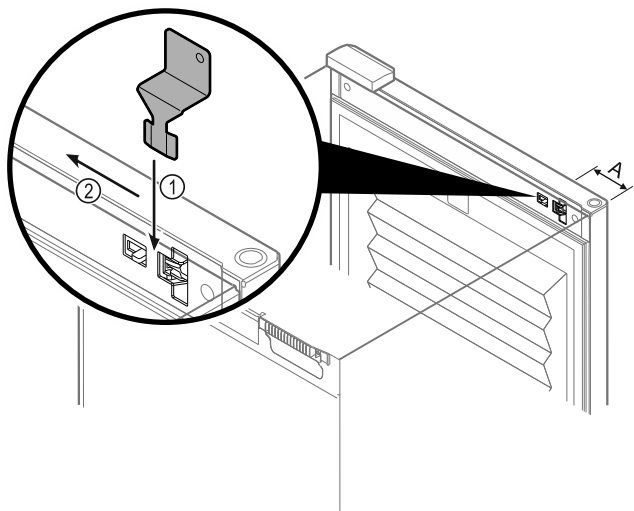

Fig. 63
- Placer la clé de déverrouillage d'urgence à l'emplacement indiqué Fig. 63 (A) ≈ 100 mm (3 15/16 in).
- Du haut, insérer la clé de déverrouillage d'urgence Fig. 63 (1) entre la porte et le corps de l'appareil jusqu'en butée.
- Tirer la clé de déverrouillage d'urgence vers la charnière. Fig. 63 (2)